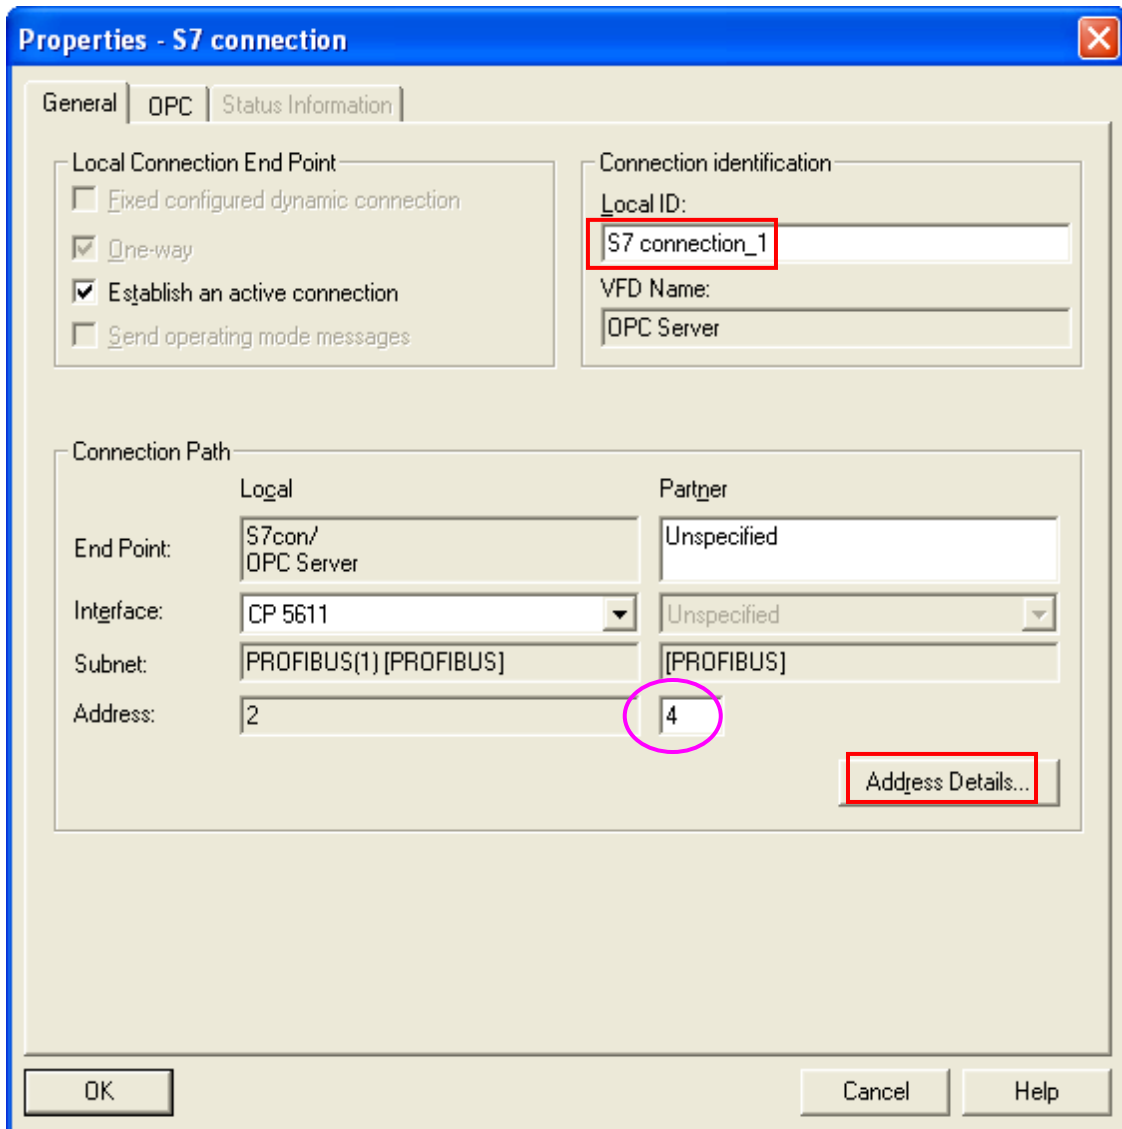

图 7
5. 点击“Apply”编辑连接属性，“Partner”地址填写通讯方 EM277 的地址，如图 7